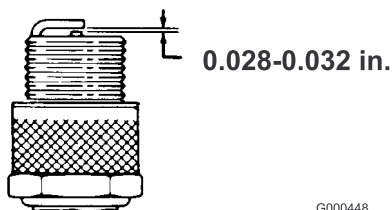

Figura 25
3. Impostate la distanza fra gli elettrodi a 0,7–0,8 mm (Figura 25). Montate la candela con l'esatta distanza tra gli elettrodi, e serratela saldamente a 23 Nm.